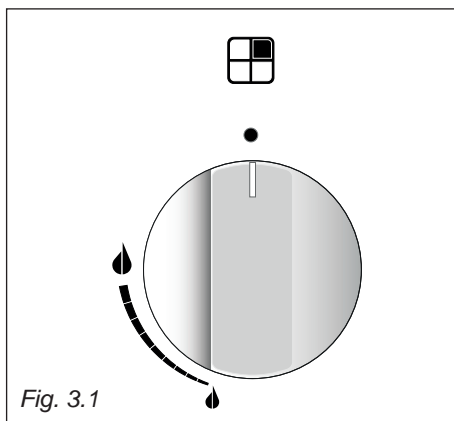

Fig. 3.1
- Svitare le viti di fissaggio della protezione "A" dietro la cucina (fig. 3.1 - 3.2).
- Infilare nel fissacavo "D" il cavo di alimentazione di sezione adeguata come descritto nel capitolo "Sezione dei cavi di alimentazione" (fig. 3.1 - 3.2).
- Collegare i cavi alla morsettiera "B" secondo lo schema delle figure 3.3 e 3.4; o i cavi di fase alla morsettiera "B" ed il cavo di terra al morsetto PE (fig. 3.1 - 3.2 - 3.3 - 3.4).
L'afflusso del gas ai bruciatori é regolato da un rubinetto comandato da una manopola (fig. 3.1).
1. Premere a fondo la manopola del rubinetto gas relativo al bruciatore da accendere e, tenendola sempre premuta, ruotarla in senso antiorario di 90° (fig. 3.1).